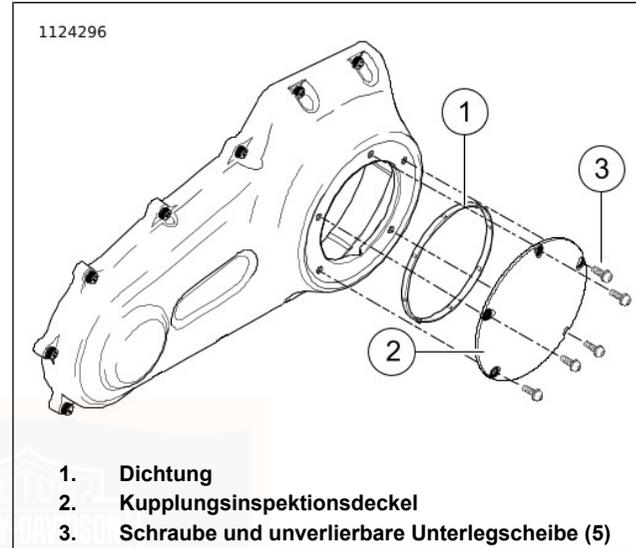
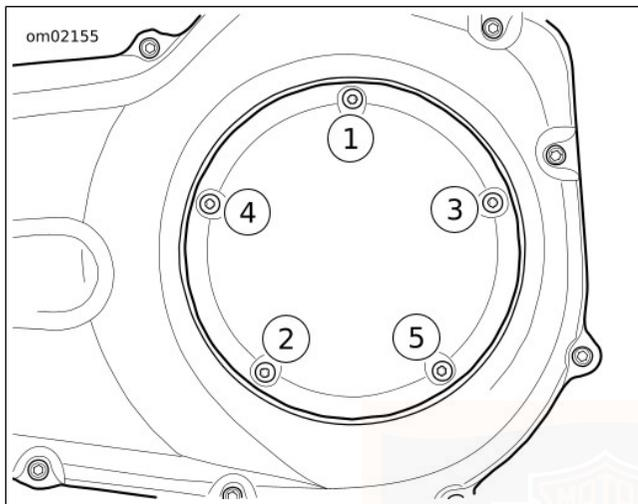

Abbildung 73. Kupplungsdeckel (Typisch)
Abbildung 74. Anzugsreihenfolge für Kupplungsdeckel
6. Siehe Abbildung 73 . Schrauben (3) und Kupplungsinspektionsdeckel (2) entfernen.
7. Dichtung (1) entfernen. Das Öl von der Nut im Kettengehäusedeckel und der Befestigungsfläche abwischen.
- b. Siehe Abbildung 73 . Die **neue** Dichtung (1) in die Nut des Kupplungsinspektionsdeckels (2) einsetzen. Jede Noppe auf der Dichtung in die Nut drücken.
- c. Den Kupplungsinspektionsdeckel (2) mit Schrauben und unverlierbaren Unterlegscheiben (3) sicher befestigen.
- d. Siehe Abbildung 74 . Auf folgendes Drehmoment anziehen: 9,5–12,2 N·m (84–108 **in-lbs**).